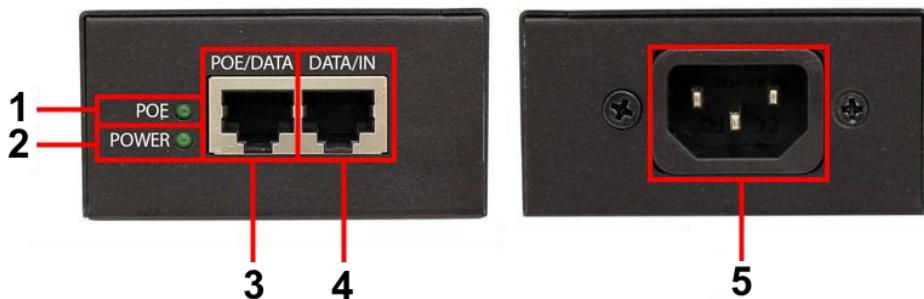

Рис. 2 Midspan-1/652G, разъемы на передней и задней панелях
- ✓ *Внимательно выполняйте подключение устройств к соответствующим портам (на корпусе предусмотрено обозначение разъемов, см. рис. 2, таб 3).*